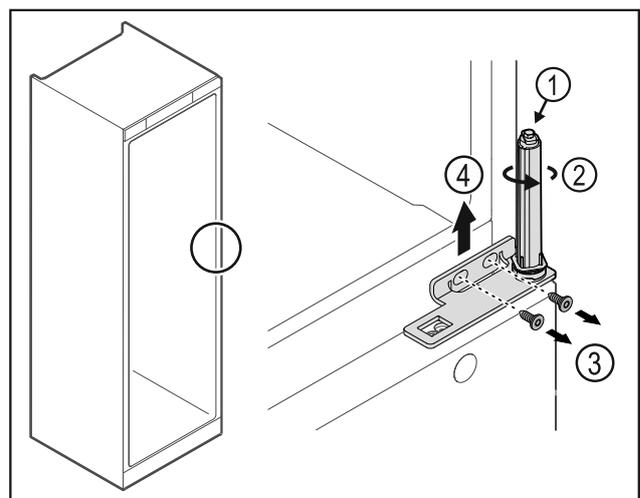

Fig. 27
- ▶ Не розбирати систему закриття дверей Fig. 27 (1).
- ▶ Повертати систему закриття Fig. 27 (2) до клацання.
- ▶ Ослабити гвинти Fig. 27 (3), шарнірний кутик Fig. 27 (4) зняти рухом вгору.